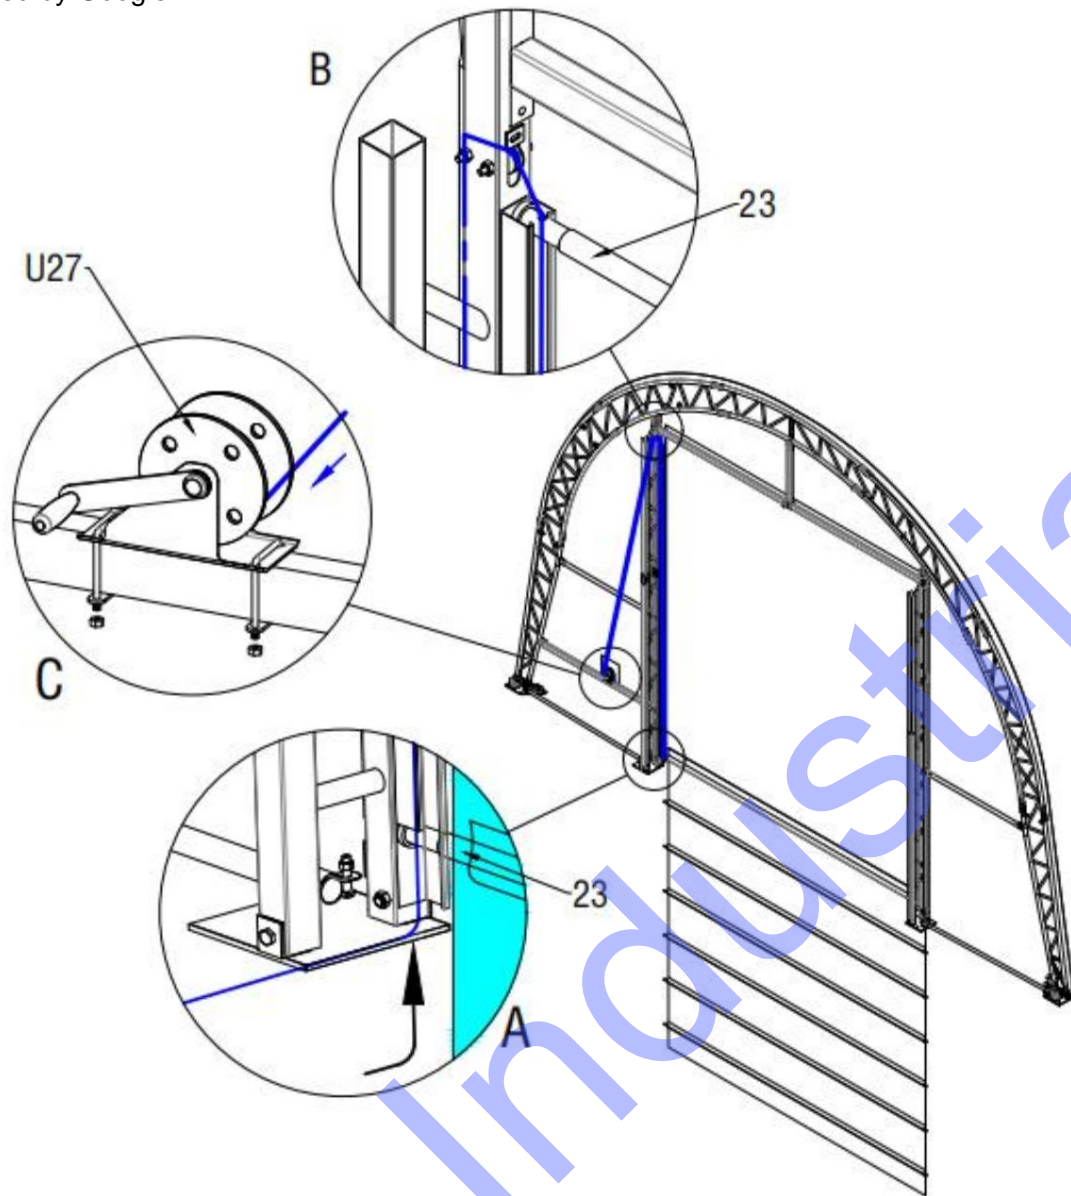

Figure 20
4. Lorsque vous fermez la porte, nous pouvons utiliser le fil d'acier de verrouillage pour la porte (n° U27) et le fil d'acier de verrouillage pour la poignée de la clé pour fixer.(Figure 20)